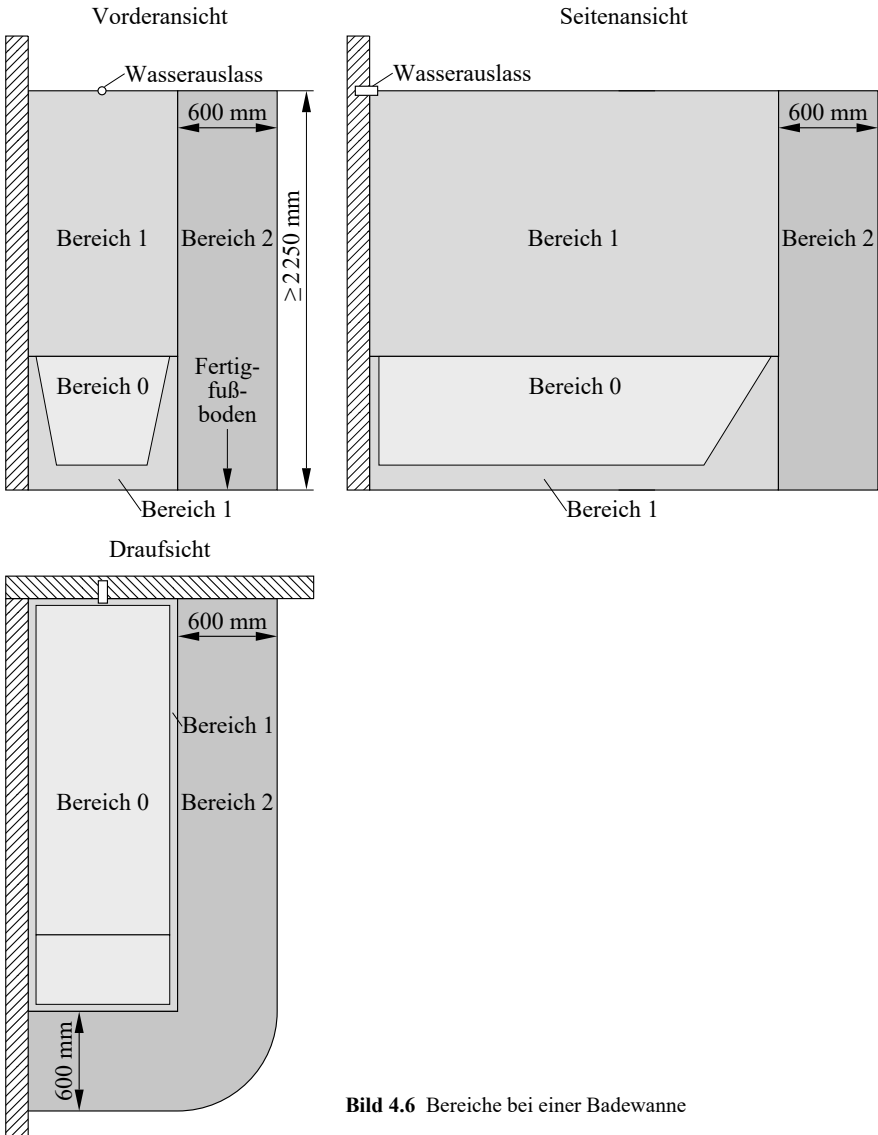

Bild 4.6 Bereiche bei einer Badewanne
- Bereiche bei einer Badewanne, siehe Bild 4.6;